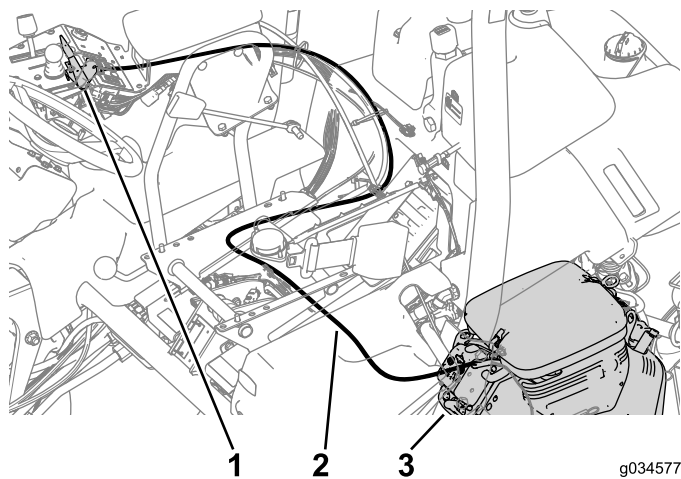

Figura 18
1. Enrute el cable del estérter nuevo siguiendo el enrutado original, y sujételo a la máquina con bridas (Figura 18).
2. Conecte el cable al control del acelerador del motor (Figura 18).